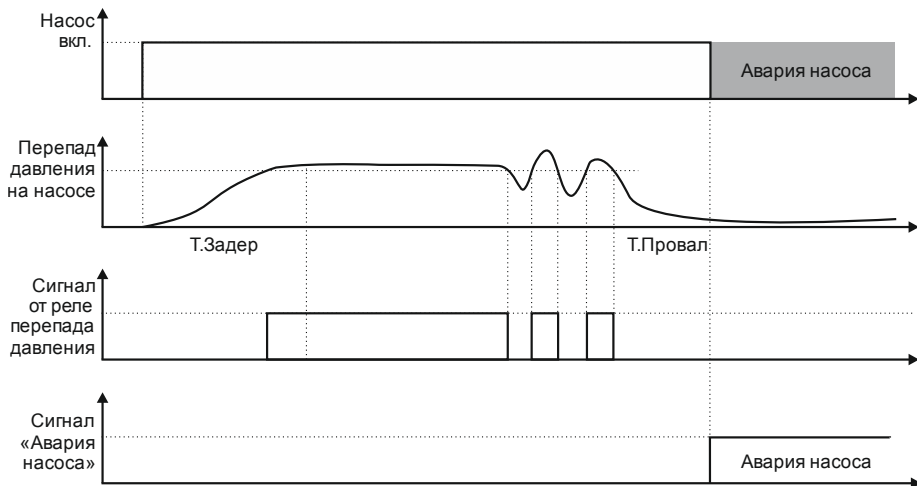

Рисунок 3.3 - Обработка сигнала от датчика перепада давления ($\Delta P1/\Delta P2$)
4) Нет перепада давления на насосе (рисунок 3.3)